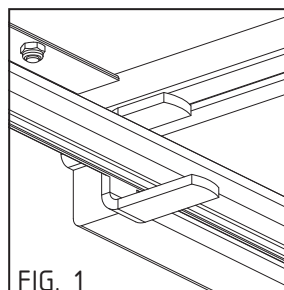

FIG. 1
1. Posizionare l'elemento botola (1) sul piolo del telaio avendo cura di innestare gli agganci come mostrato in FIG. 1 e FIG. 2.